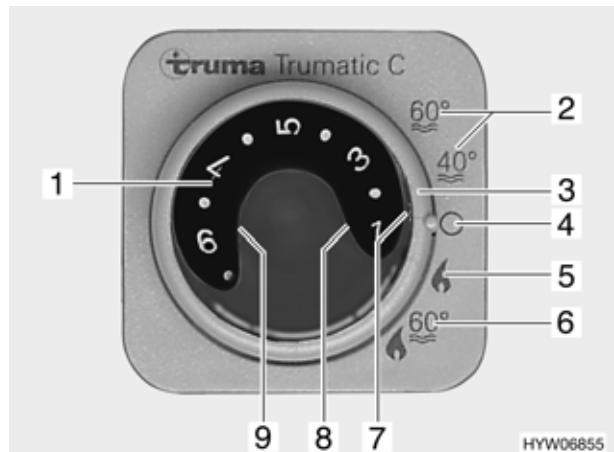

Bild 111 Bedieneinheit für Heizung/Boiler
- Betriebsart mit dem Drehschalter (Bild 111,3) einstellen:
- Sommerbetrieb "40 °C" oder "60 °C" (Bild 111,2)
- Winterbetrieb "Heizung ohne Boiler" (Bild 111,5)
- Winterbetrieb "Heizung und Boiler" (Bild 111,6)
- Aus (Bild 111,4)
Die Heizung wählt nach gewünschter Raumtemperatur selbstständig die benötigte Brennerstufe. Wenn die gewünschte Raumtemperatur erreicht ist, schaltet der Brenner ab. Bei Betriebsart "Heizung und Boiler" (Bild 111,6) wird auch das Wasser im Boiler erhitzt. Die Heizung kann in der Betriebsart "Heizung ohne Boiler" (Bild 111,5) mit leerem Boiler betrieben werden.
- Temperaturdrehknopf (Bild 111,1) an der Bedieneinheit auf gewünschte Raumtemperatur stellen.
- Drehschalter (Bild 111,3) auf Winterbetrieb "Heizung ohne Boiler" oder auf Winterbetrieb "Heizung und Boiler" stellen.
Grüne Kontroll-Leuchte (Bild 111,7) leuchtet.
- Drehschalter (Bild 111,3) auf "Aus" (Bild 111,4) stellen.
Die Spannungsversorgung für Heizung/Boiler und das Sicherheits-/Ablassventil kann durch den 12-V-Hauptschalter nicht unterbrochen werden. Bei Störung leuchtet die rote Kontroll-Leuchte (Bild 111,8) an der Bedieneinheit für Heizung/Boiler Trumatic C auf (siehe Kapitel 14).